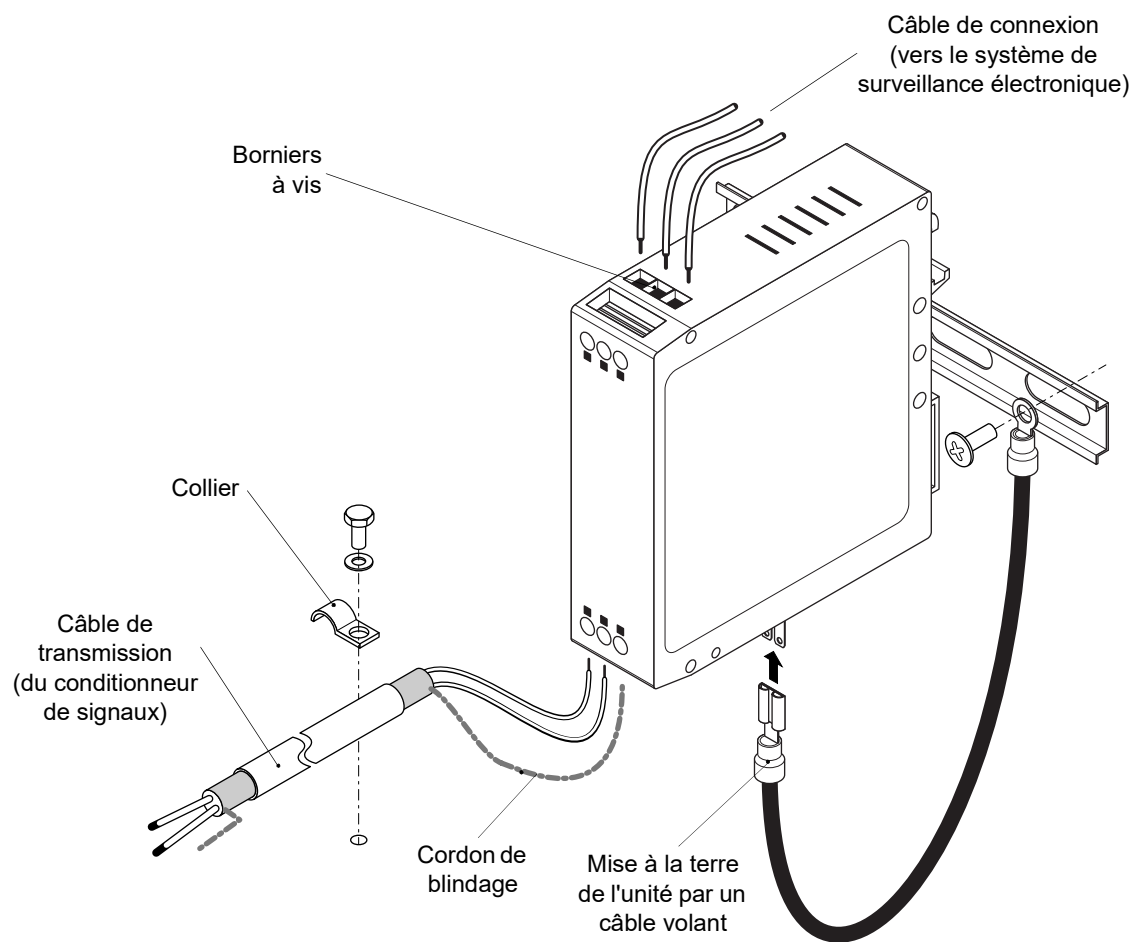

Figure 5-3 : Une unité de séparation galvanique GSI124
Une unité de séparation galvanique GSI124 est généralement montée dans une armoire, un boîtier ou un rack industriel. Le câble de transmission du circuit côté capteur et le câble de connexion au circuit côté moniteur sont connectés à l'unité GSI124 à l'aide de borniers à vis (voir la Figure 5-3).
- 2- Identifiez chaque câble connecté à l'unité GSI124 : le câble de transmission du circuit côté capteur et le câble de connexion au circuit côté moniteur. Reportez-vous à la Figure 5-3 et utilisez le Table 5-1 afin d'enregistrer le numéro et/ou la couleur pour chaque fil.
- 5- Débranchez la mise à la terre. Autrement dit, débranchez le câble volant noir serti de la surface inférieure de l'unité GSI124, puis retirez-le du rail DIN, il n'est pas nécessaire pour l'unité GSI127 (voir la Figure 5-3).